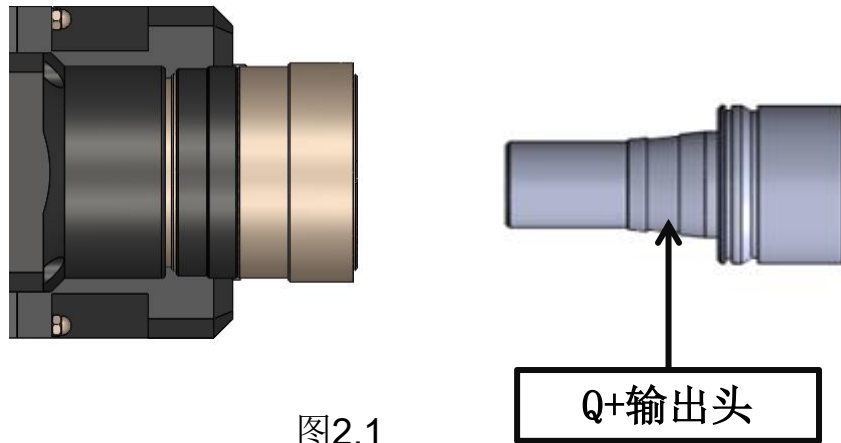

图2.1
① 将切割头水平放置,取下防尘盖,撕掉防尘贴; 如下图2.1所示。